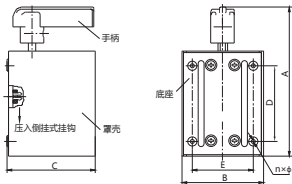

图3 外形与安装尺寸
开关外形与安装尺寸见图3及表2。型号规格重量见箱贴。
4.1.2 开启罩壳方式：开关的罩壳与底座之间的配合采用的是压入倒挂式挂钩配合，如图3所示。将左手紧握开关底座的两端面，右手紧握开关罩壳的两侧面，然后双手适当用力并往外拉，即可开启开关罩壳；反之则可盖合。禁止用利器将罩壳的开口端往两边撬开。